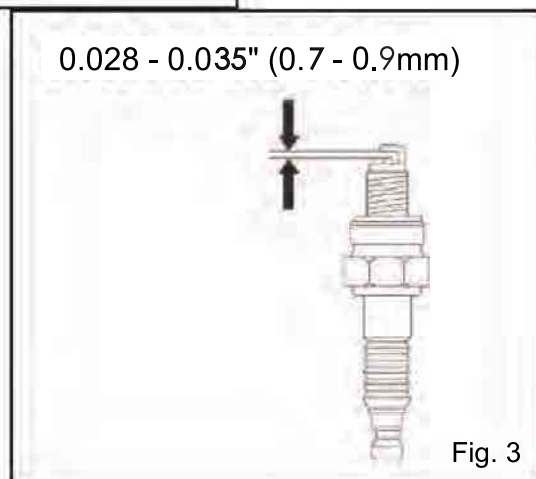

Fig. 3
4. Utilisez un calibre de bougie pour mesurer l'écart de l'électrode (Fig. 3). L'écart doit mesurer 0.028 - 0.035 " (0.7 - 0.9mm). Vous pouvez ajuster l'écart en réglant l'électrode latérale.